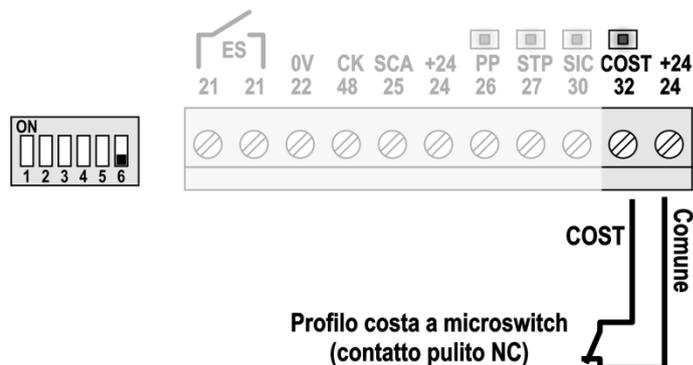

Fig. 1: DIP6 OFF, raccordement palpeur à contact sec NC.
- Faire passer une extrémité de la courroie dans le support poulie (A) et l'autre extrémité dans le support moteur (B) en respectant le sens selon la **figure 1 et 2**.
- Assembler les deux extrémités avec le manchon plastique (C).